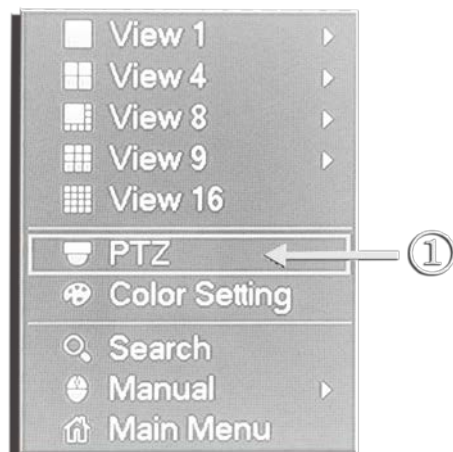
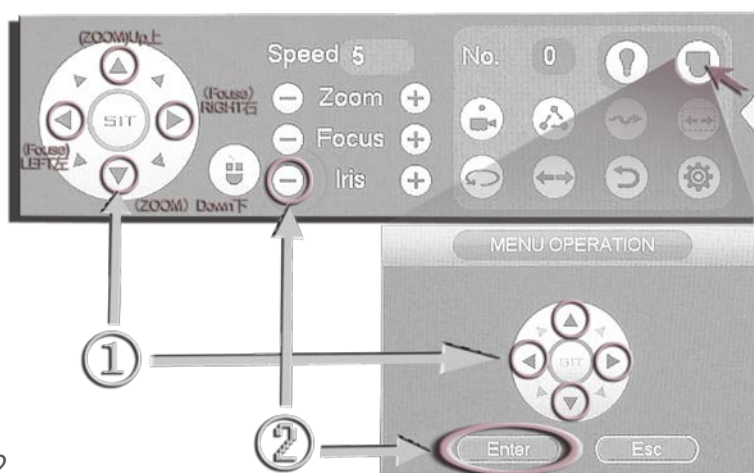

图 1
图 2
如图 1：“①”处通过点击鼠标右键弹出的菜单，点击“同轴抑制”进入到图 2 菜单
如图2：“①”处分别控制自动镜头的Focus Lens方向(near/far)和Zoom方向(wide/tele).在按着Focus “+” / “-” ，“<” / “>”或Zoom “+” / “-” ，“△” / “▽”点击Zoom方向(wide/tele)即上下方控制镜头变倍，当该变到你需要的倍数后便松开按键，镜头便会进入自动聚焦至完成聚焦，点“②”处进入摄像机主菜单界面（该为进入 /确认键）。在主菜单界面后，“①”处便成为纯粹的“上” “下” “左” “右” 控制选择键了。